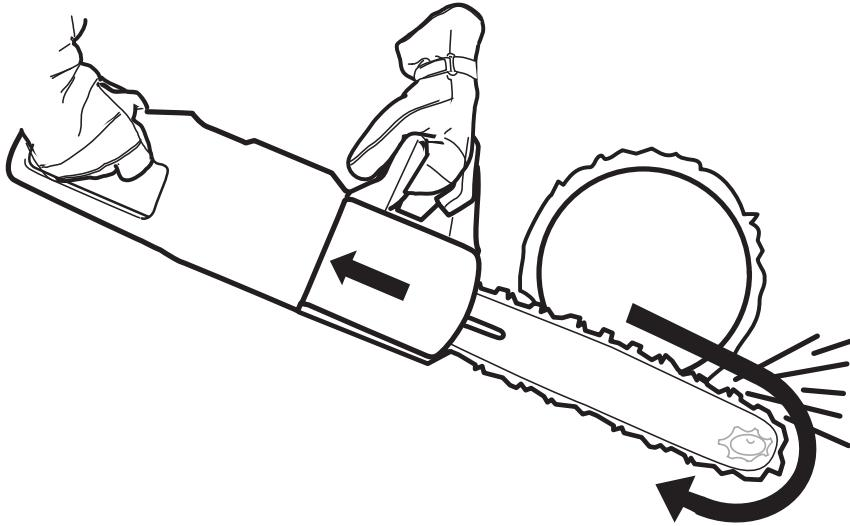

Рисунок 4 — Правильный захват цепной пилы
- Всегда крепко держите цепную пилу, охватив рукоятки всеми пальцами рук. Правая рука должна находиться на задней рукоятке, а левая – на передней рукоятке (см. рис. 4). Любой оператор, независимо от того, является ли он левшой или нет, должен использовать этот захват, сокращающий риск отбраса цепной пилы и помогающий сохранять контроль над ней.